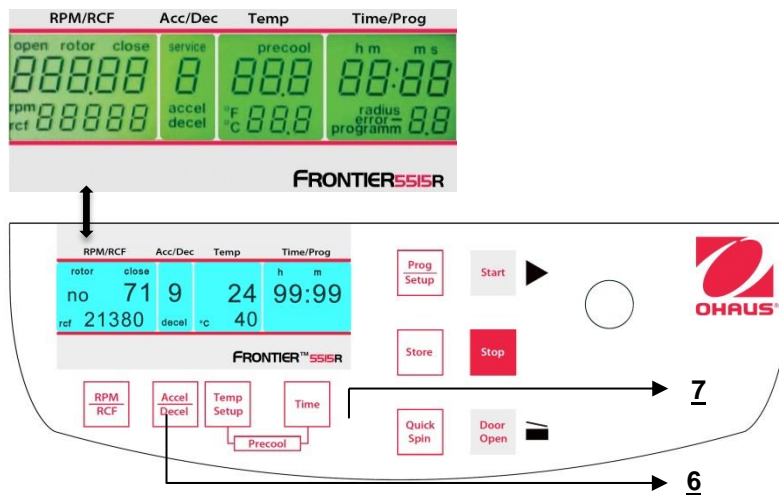

Figura 30
Mentre la centrifuga è disconnessa, premere simultaneamente i tasti "Time"(6) e "Door Open" (7) e connettere l'interruttore principale della centrifuga. Adesso, rilasciare entrambi i tasti e - per effetto di ciò - è eseguita una prova del **display** per circa 5 secondi. Tutti gli indicatori appariranno allo stesso tempo (Vedere figura 30).